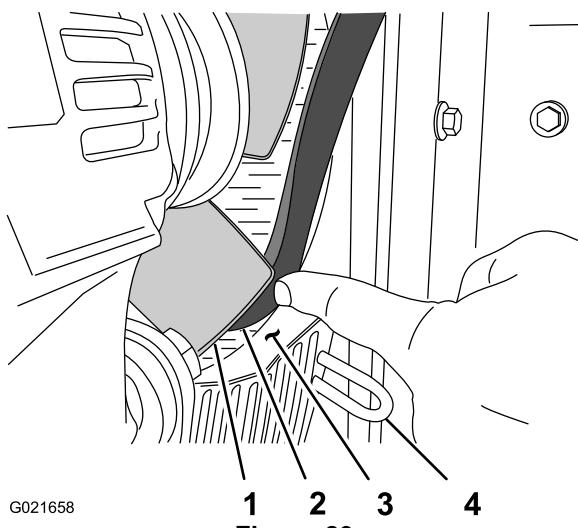

Figure 89
8. Lorsque le déflecteur du ventilateur est à 4 h, alignez la courroie entre la pointe de la pale du ventilateur et l'ouverture du déflecteur (Figure 89).
3. Alignez la courroie entre la pointe de la pale de ventilateur et l'ouverture dans le déflecteur (Figure 89).